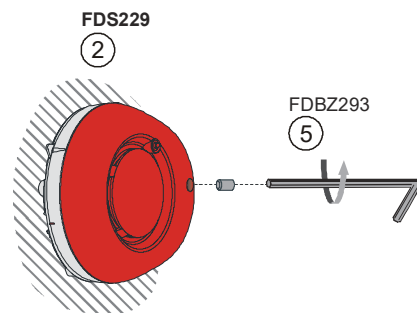

Fig. 2
3. Install the detector locking device FDBZ293 in the alarm sounder (Fig. 2).
3. Montieren Sie bei Bedarf die Melderarretierung FDBZ293 in den Alarmtongeber (Fig. 2).
3. Si besoin, monter un verrou de détecteur FDBZ293 dans le diffuseur sonore (fig. 2).
- Si lo desea, monte el dispositivo de bloqueo del detector FDBZ293 en la sirena de alarma (Fig. 2).
- Se necessario montare nella sirena d'allarme il dispositivo di bloccaggio rivelatore FDBZ293 (Fig. 2).